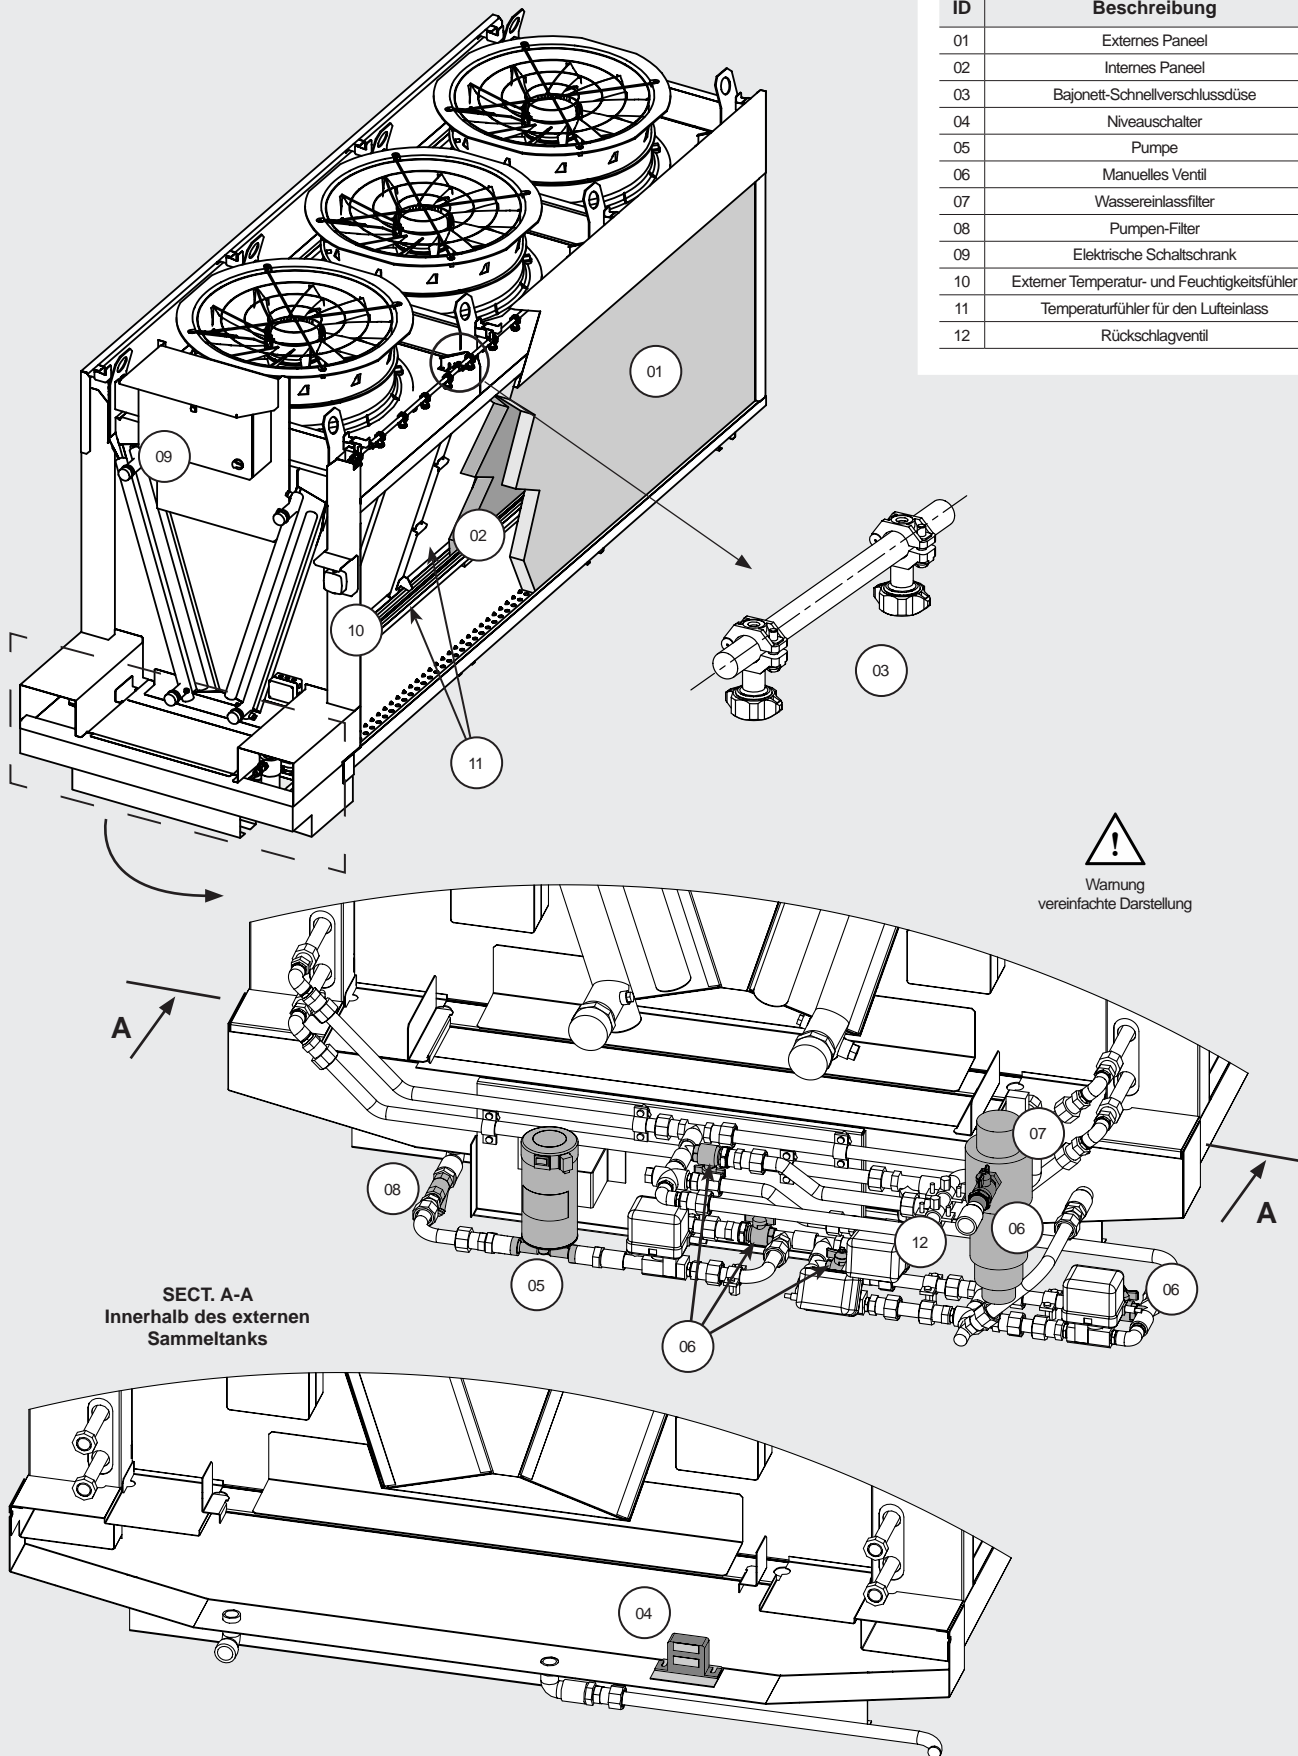
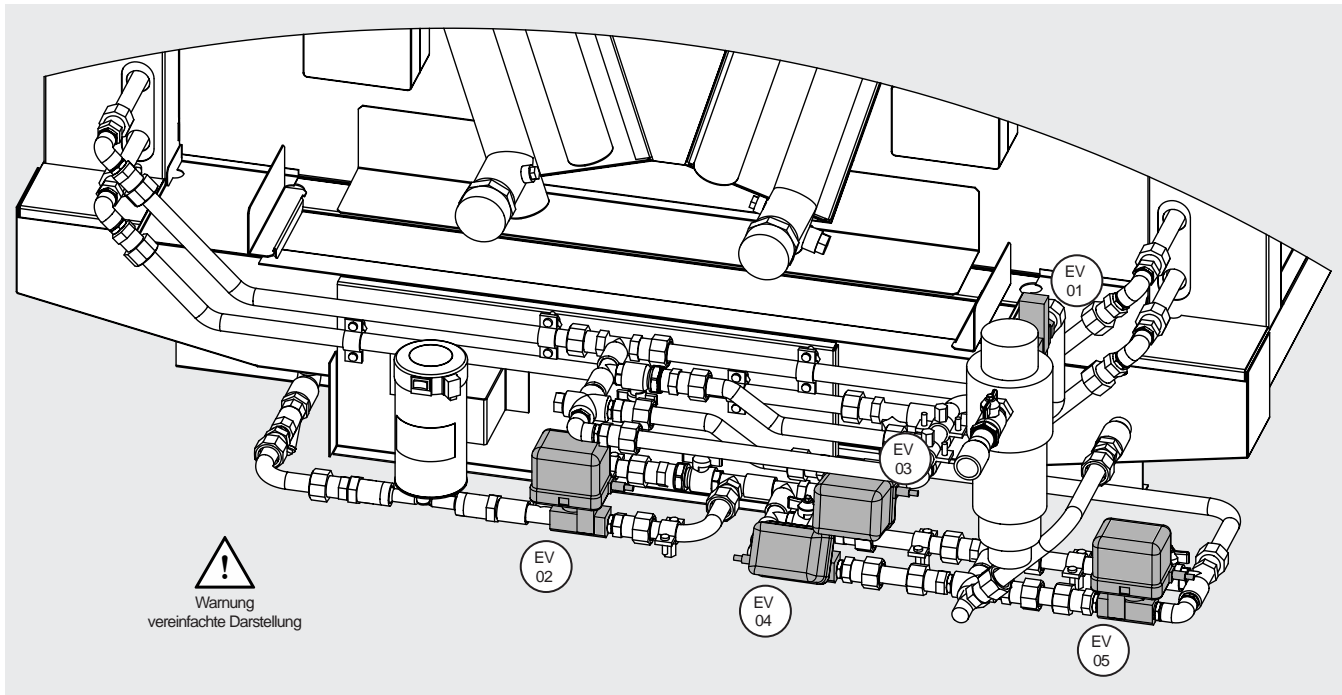

Abbildung 1
Abbildung 2
- 16.6 With reference to Figure 1 and Figure 2, the identification codes for other spare parts are given in Table 7.
2.9.1 Liste der Komponenten: siehe Abbildung 1.
Eine Reihe von Magnetventilen, Motorisierte Ventilen und Handventilen regelt den Wasserweg je nach Betriebsart. Siehe Abbildung 2 und Tabelle 1.